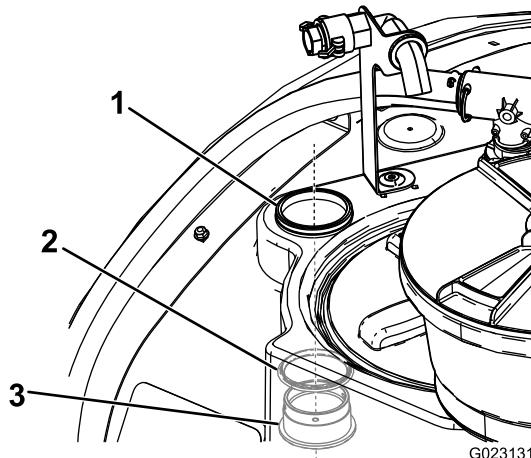

Bild 16
2. Setzen Sie das Schott und den O-Ring von der Innenseite des Behälters durch die zuvor geschnittene Öffnung ein (Bild 16).